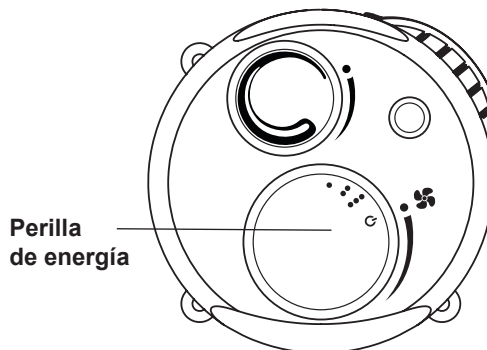

Figura 9
2. **Perilla de energía** – permite ajustar el nivel de velocidad deseado. Vea la figura 9.